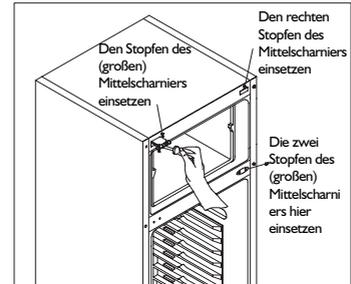

Abb. 7
6. Das obere Scharnier auf der linken Seite montieren (Abb. 7). Die obere und mittlere Bohrung auf der rechten Seite mit den Stopfen verschließen. Den Stopfen des Mittelscharniers auf die linke Seite ummontieren. (Es können die zusammen mit dem Bedienhandbuch gelieferten Stopfen verwendet werden).